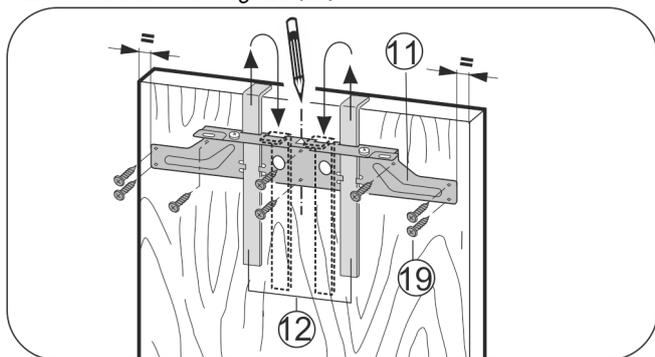

Fig. 26
- ▶ Enganche el travesaño de fijación Fig. 26 (11) con las ayudas de montaje Fig. 26 (12) en la cara interior de la puerta del mueble.
- ▶ Alinee el travesaño de fijación Fig. 26 (11) centrado en la puerta.
- ▶ Atornille el travesaño de fijación Fig. 26 (11) con 6 tornillos Fig. 26 (19) como mínimo.
- ▶ Atornille el travesaño de fijación Fig. 26 (11) con 4 tornillos Fig. 26 (19) en el borde.
- ▶ Extraiga las ayudas de montaje Fig. 26 (12) hacia arriba e introdúzcalas invertidas en los orificios de alojamiento adyacentes.